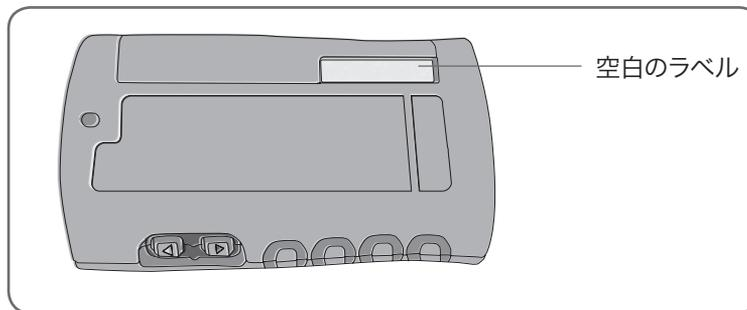

図 32 :システム ID 番号を記入するためのコントロールユニットのラベル
7. コントロールユニットが登録されたら、NESS L300 のキャリングケースに記載されたシステム ID 番号(例:A334)を見つけて、コントロールユニット裏面の空白のラベルに記入してください(図 32 を参照)。この ID 番号で新しいコントロールユニットがどの NESS L300 システムに登録されたかがわかります。